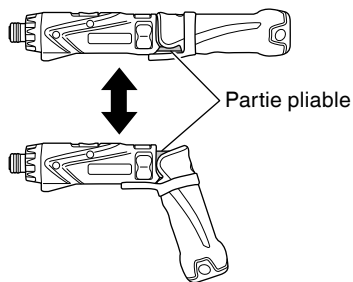

Fig. 14
- Si le couvercle en caoutchouc se détache, est endommagé ou perdu, prenez contact avec votre SERVICE APRÈS-VENTE metabo HPT AGRÉÉ. (Fig. 14)